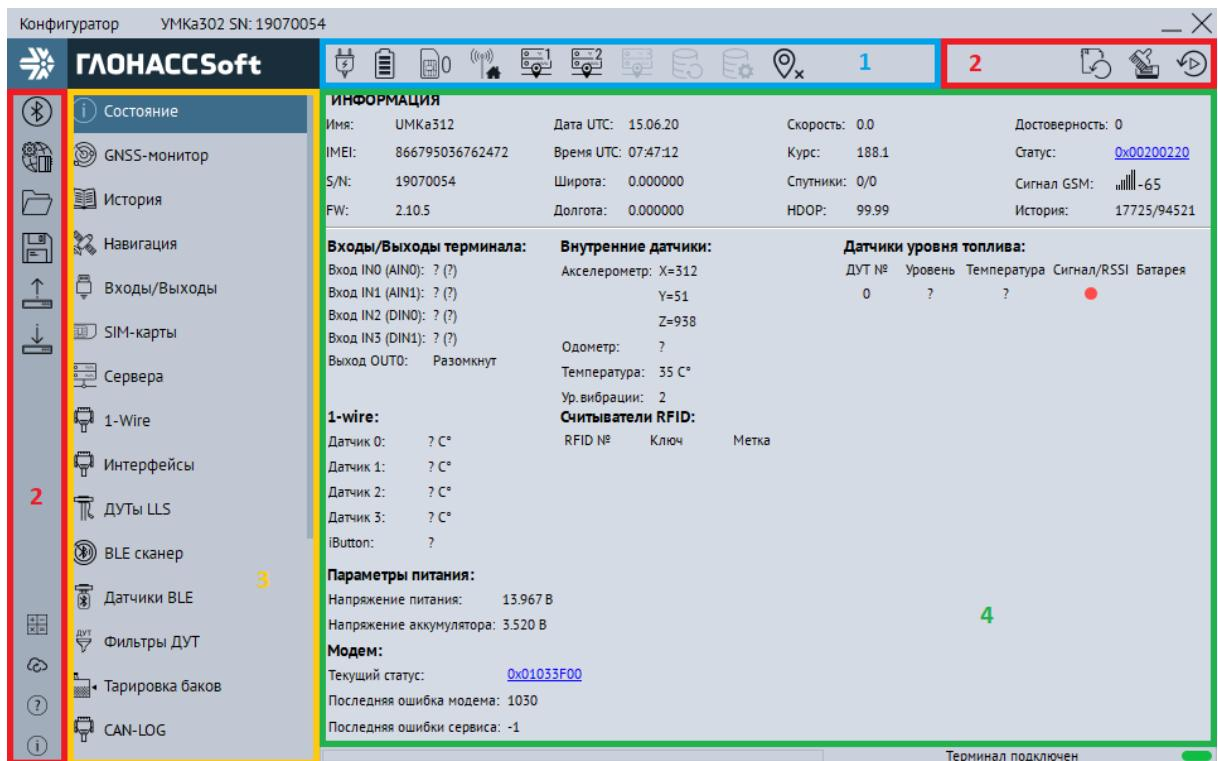

Рисунок 3.8 Стартовое окно «Состояние»
Для запуска приложения, перейдите в «Пуск» → «Все программы» → «Конфигуратор УМКа3XX». Откроется стартовое окно конфигуратора (Рисунок 3.8 ), которое условно можно разделить на четыре зоны: Панель статуса (1), панели инструментов (2), дерево настроек (3) и окно отображения информации (4).
Для просмотра и редактирования настроек терминала воспользуйтесь вкладками настроек (Рисунок 3.8 ). При нажатии на вкладку в окне отображения информации можно посмотреть соответствующие значения и настройки и отредактировать их.
На вкладке «Состояние» (Рисунок 3.8 ) отображается общая информация о терминале, состояние входов/выходов терминала, внутренних и внешних датчиков.